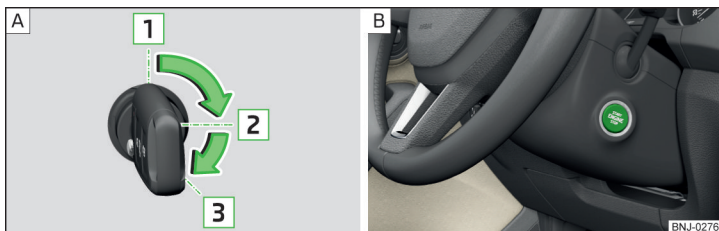

Fig. 206 Pozițiile cheii autovehiculului în butucul de contact / butonul de pornire
**Pozițiile cheii autovehiculului în butucul de contact » fig. 206 - [A]**
» Apăsăți butonul » fig. 206 - [B], contactul se cuplează/decuplează.
- » La autovehiculele cu **butuc de contact**, rotiți cheia în poziția **3** » fig. 206 la pagina 170 - [A], are loc procedura de pornire. Apoi eliberați cheia, motorul pornește automat.
- » La autovehiculele cu **buton de pornire**, apăsați scurt butonul » fig. 206 la pagina 170 - [B], motorul pornește automat.
- » La autovehiculele cu **butuc de contact**, rotiți cheia în poziția **1** » fig. 206 la pagina 170 - [A].
- » La autovehiculele cu **buton de pornire**, apăsați butonul » fig. 206 la pagina 170 - [B], motorul este oprit simultan cu decuplarea contactului.
► Mențineți apăsat butonul » fig. 206 la pagina 170 -  sau apăsați-l de două ori în interval de 1 secundă.